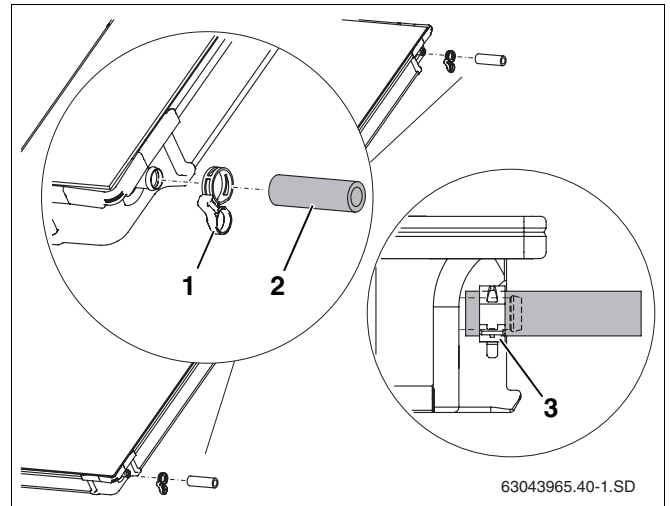

Fig. 42 Montaje previo del juego de conexión en el segundo colector
- ▶ Montar los tubos solares de 95 mm (fig. 42, **pos. 2**) sobre las conexiones a la derecha del segundo y subsiguientes colectores.
- ▶ Deslice las abrazaderas (fig. 42, **pos. 1**) sobre el tubo solar (la segunda abrazadera sirve más tarde para asegurar la conexión del otro colector).
- ▶ Después de que la abrazadera se encuentre bien montada, retire el anillo tensor para asegurar la conexión (fig. 42, **pos. 3**).